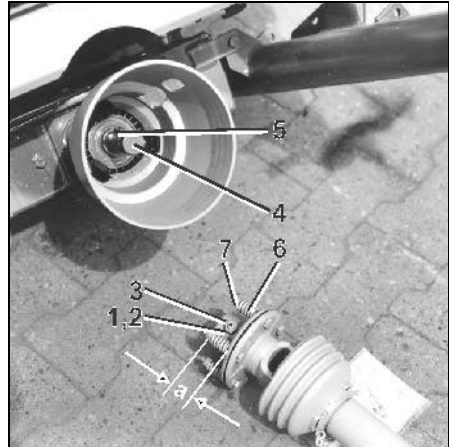

Fig. 77
Bei häufigem Abscheren der Scherschraube zwischen Anschlussgabel- und Getriebeeingangswellenflansch und bei Schleppern mit hart eingreifender Zapfwellenkupplung wird die Walterscheid-Gelenkwelle mit Reibkupplung empfohlen (Fig. 77).
- Kontermutter (Fig. 77/1) in Anschlussgabel von Reibkupplung lösen (bis der Gewindestift nicht mehr nach außen über die Kontermutter hinausragt), Innensechskant-Gewindestift (Fig. 77/2) herausdrehen und prüfen, ob sich die Anschlussgabel leicht auf die Getriebewelle aufschieben lässt.
- Anschlussgabel (Fig. 77/3) mit Fett bis zum Anschlag auf die Getriebeingangswelle (Fig. 77/4) aufstecken.
Auf vollständige Überdeckung der Passfeder (Fig. 77/5) achten!
- Spezialgelenkwelle gegen axiale Verschiebung sichern. Hierzu Gewindestift mit Innensechskantschlüssel fest anziehen und mit Mutter (Fig. 77/1) kontern.
- Kontermutter (Fig. 77/1) in Anschlussgabel von Reibkupplung lösen. Gewindestift (Fig. 77/2) herausdrehen.
2. Federn (Fig. 77/6) durch Lösen der Muttern (Fig. 77/7) entlasten.